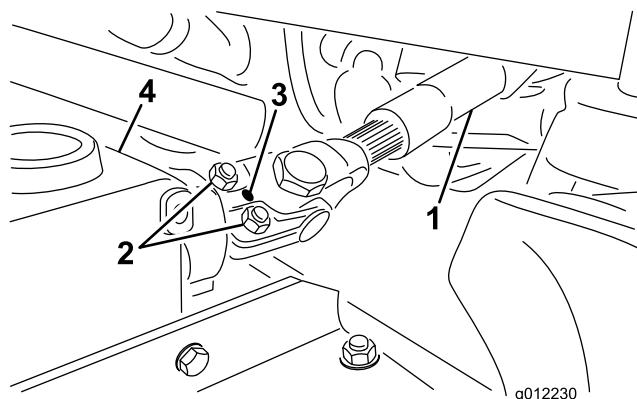

図 5
- オスの PTO シャフトとメスの PTO シャフトを接続する（図 5）。ギア・ケースの入力シャフトの取り付け穴と PTO シャフト穴とを整列させて相互に接続する。
- ロール・ピンで固定する（図 5）。
- ボルトとナットを締めつける（図 5）。